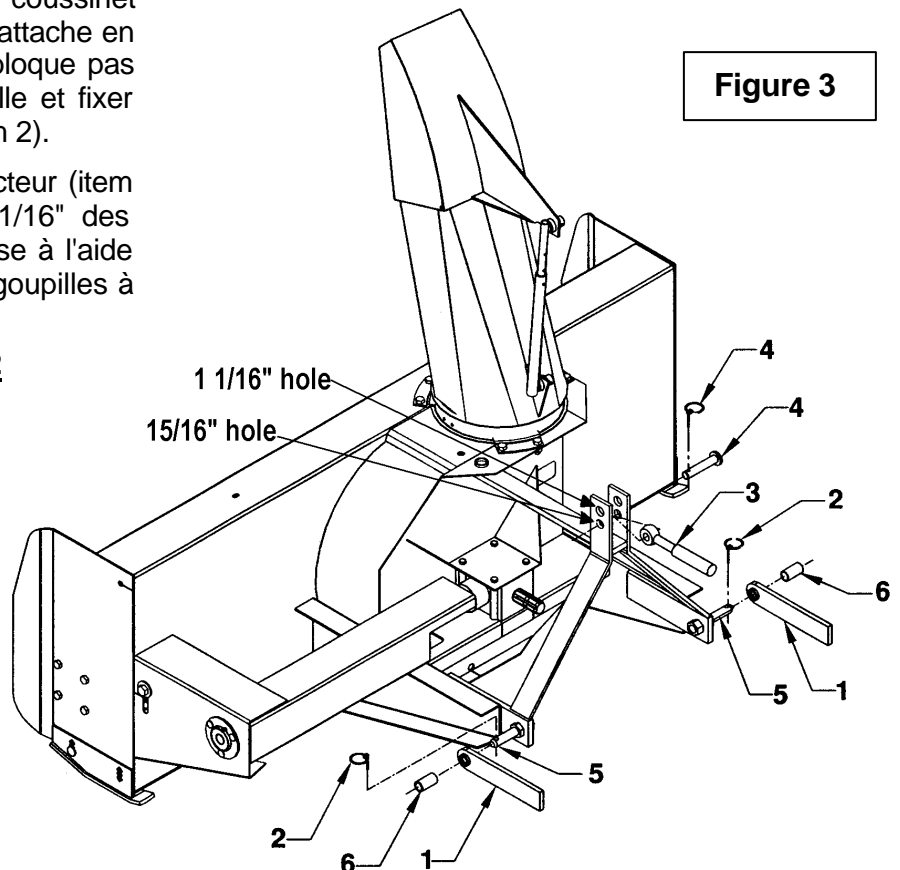

Figure 3
Installation de la Souffleuse (Figure 3)
1. Installer les goupilles d'attache (item 5) sur la souffleuse tel qu'illustré à la figure 3 et serrer à 440 lb/pi (597 N·M). Fixer les bras d'attache inférieurs (item 1) aux plaques d'attache de la souffleuse à l'aide des goupilles (item 5) et bloquer avec les goupilles à anneau (item 2). Les coussinets (items 6) ne sont pas utilisés lorsque la souffleuse est installée avec une attache trois points de Cat. 2.
2. Fixer l'attache supérieure du tracteur (item 3) dans le trou inférieur Ø15/16" des plaques d'attache de la souffleuse à l'aide des goupilles de tracteur et les goupilles à anneau (item 4).
1. Installer les goupilles d'attache (item 5) sur la souffleuse tel qu'illustré à la figure 3 et serrer à 440 lb/pi (597 N·M). Fixer les bras d'attache inférieurs (item 1) aux plaques d'attache de la souffleuse à l'aide des goupilles (item 5). Glisser un coussinet (item 6) sur les deux goupilles d'attache en s'assurant que le coussinet ne bloque pas le trou à l'extrémité de la goupille et fixer avec les goupilles à anneau (item 2).
2. Fixer l'attache supérieure du tracteur (item 3) dans le trou supérieur Ø1 1/16" des plaques d'attache de la souffleuse à l'aide des goupilles de tracteur et les goupilles à anneau (item 4).
(Figure 3)